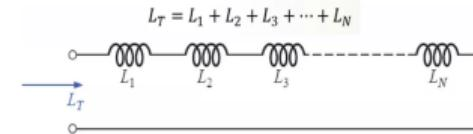

Figura 9: Inductancias en serie.
- **En serie**, la inductancia total es la suma de todas las inductancias individuales (ver Figura 9).